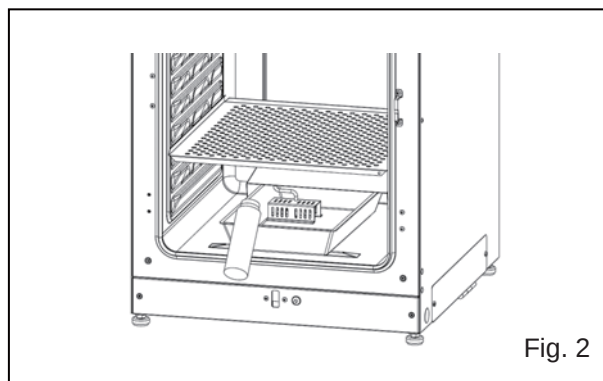

Fig. 2
4. Reinserire la vaschetta umidificante nella camera e riempirla con acqua distillata sterile (circa 1,5 l, preriscaldata a 37 °C) (Fig. 2).